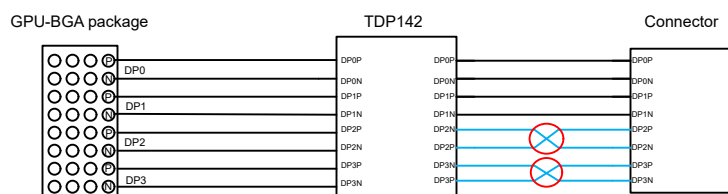
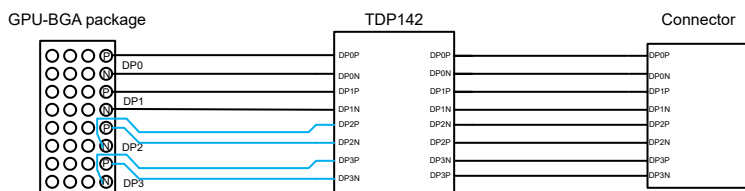

图 6-1. 输出上的信号交叉处理
图 6-2. INDP2 和 INDP3 极性交换
- 由于器件输出引脚和连接器之间的接线不匹配，布局可能会在 OUTDP2 和 OUTDP3 上出现信号交叉。其中一种设计是当 GPU 采用 BGA 封装时，在器件的输入端进行极性交换。这样可以尽量减少所使用的 VIAS 的数量。请参阅图 6-1 和图 6-2。